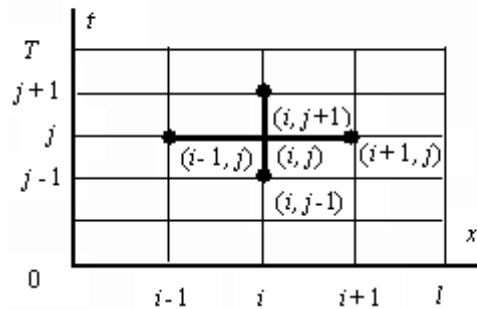

Рисунок 13. . Шаблон для волнового уравнения
Для построения разностной схемы решения задачи (2) - (4) построим в области $\{0 \leq x \leq l, 0 \leq t \leq T\}$ сетку $x_i = i h, i = 0, 1, \dots, n, l = h n, t_j = j t, j = 0, 1, \dots, m, T = t m$ и аппроксимируем уравнение (2) в каждом внутреннем узле сетки на шаблоне “крест” (Рисунок 13).
Аппроксимируем дифференциальную задачу (13) - (14) на шаблоне “крест” (Рисунок 13), в результате получаем неявную трехслойную разностную схему: